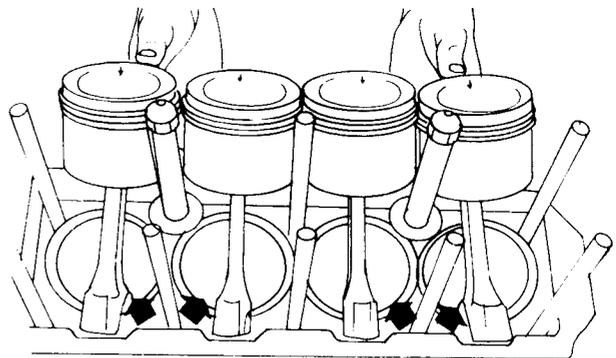

Bild 52
- Pleuelbolzen und Pleuelbolzen von oben in den Pleuelblock einsetzen (die Sicherungsvorrichtungen der Pleuelbolzen dazu vorübergehend abschrauben), jedoch auf die Numerierung der Pleuelbolzen achten. Die Pleuelbolzen sind nicht symmetrisch und müssen mit der geschwungenen Seite, wie in Bild 52 gezeigt, eingebaut werden, wenn die Pfeile der Pleuelbolzen in die gezeigte Richtung weisen.